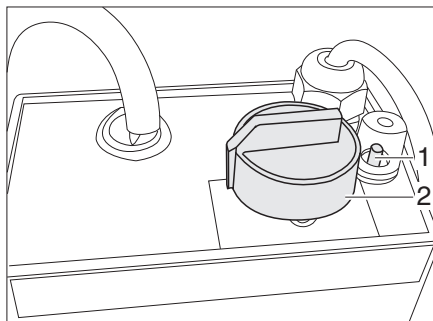

Fig. 334 Regolatore del riscaldamento elettrico del pavimento/riscaldamento del letto
- Ruotare il pomello girevole (Fig. 334,2) portandolo sullo stadio di riscaldamento desiderato.
- Ruotare il pomello girevole (Fig. 334,2) portandolo in posizione "0".
Se il regolatore viene sovraccaricato, interviene la protezione contro il surriscaldamento. Il nottolino (Fig. 334,1) fuoriesce.
- Inserire il nottolino (Fig. 334,1) della protezione contro il surriscaldamento dopo che il regolatore si è raffreddato.